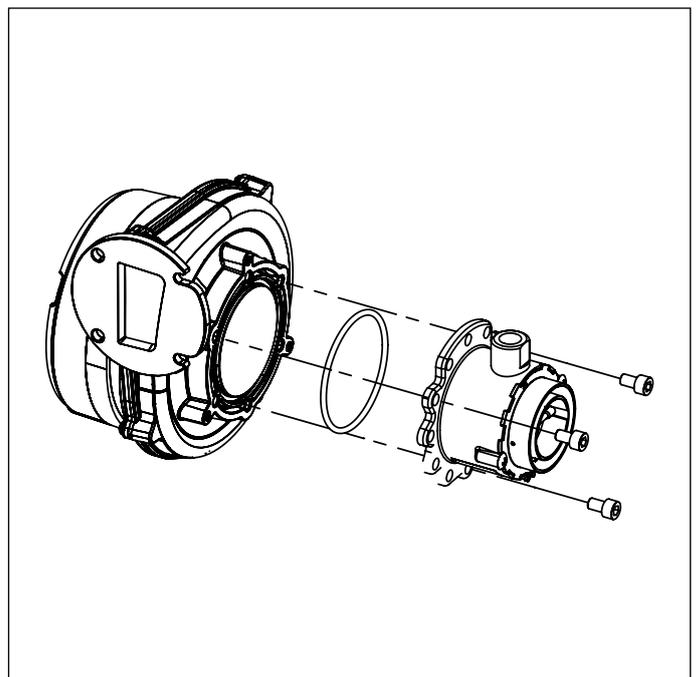

Fig. 37 Mélangeur
- Retirer le mélangeur en desserrant les trois vis à tête hexagonale (voir Fig. 37 Mélangeur).